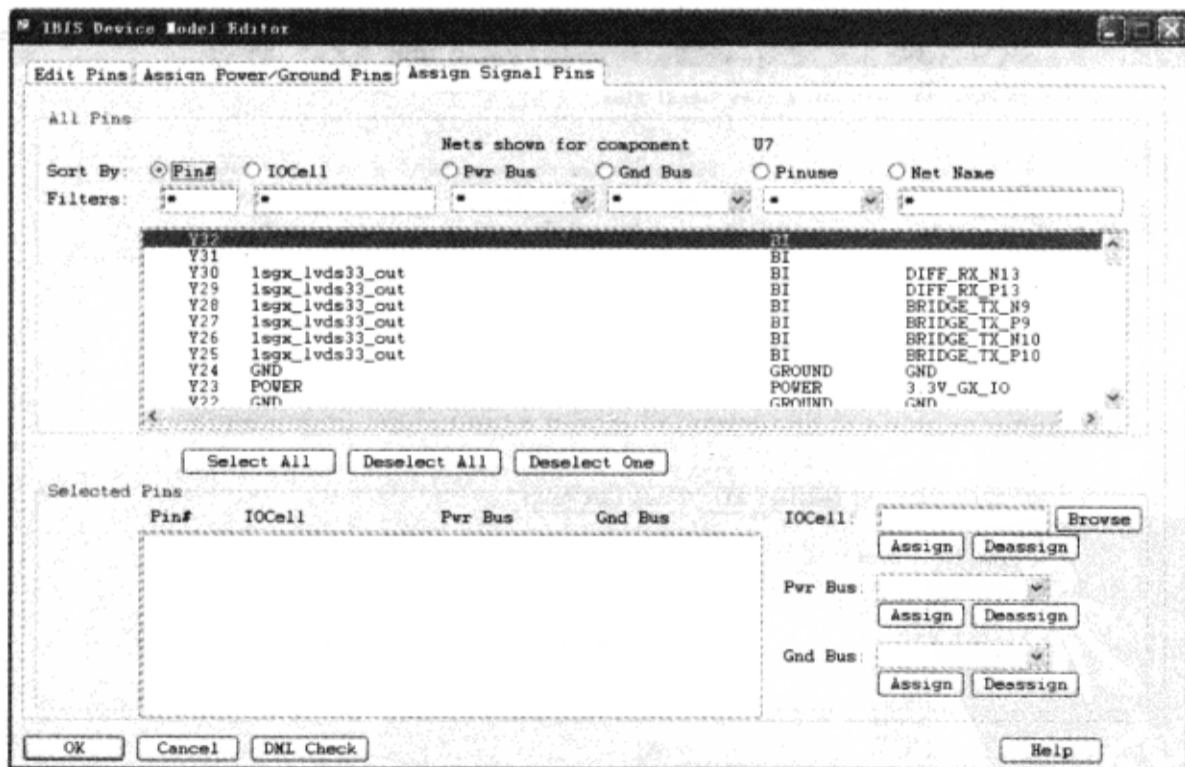

图 5-3-53 分配信号引脚
(1) 选择“IBIS Device Model Editor”对话框的“Assign Signal Pins”标签页，如图 5-3-53 所示。